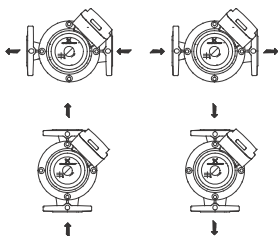

Fig. 4 Sentidos de caudal, bombas sencillas
- Fig. 4: funcionamiento en reserva con la bomba 1 como bomba principal y la bomba 2 como bomba de reserva.